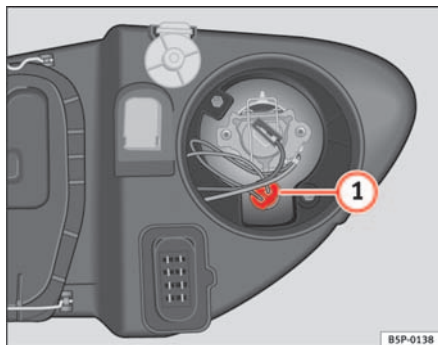

Abb. 186 Standlicht
- Die Fassung ⇒ Abb. 186 **1** herausnehmen.